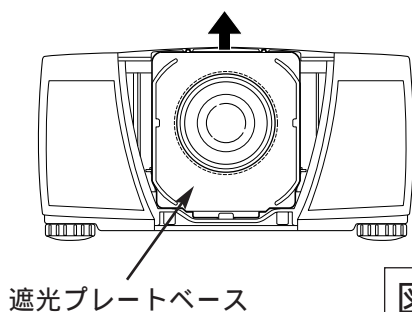

図 3
② 遮光プレートベースを外す。(図 3、4 参照)
3 レンズを外す。(図3、4参照)